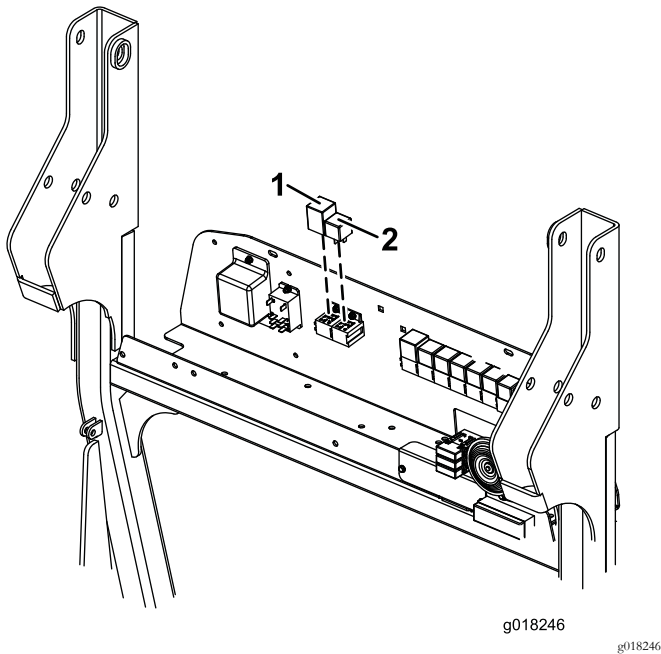

Figura 12
5. Collegate il relè lampeggiatore alla presa relè vuota di sinistra e il relè più corto standard alla presa relè vuota di destra (Figura 12).